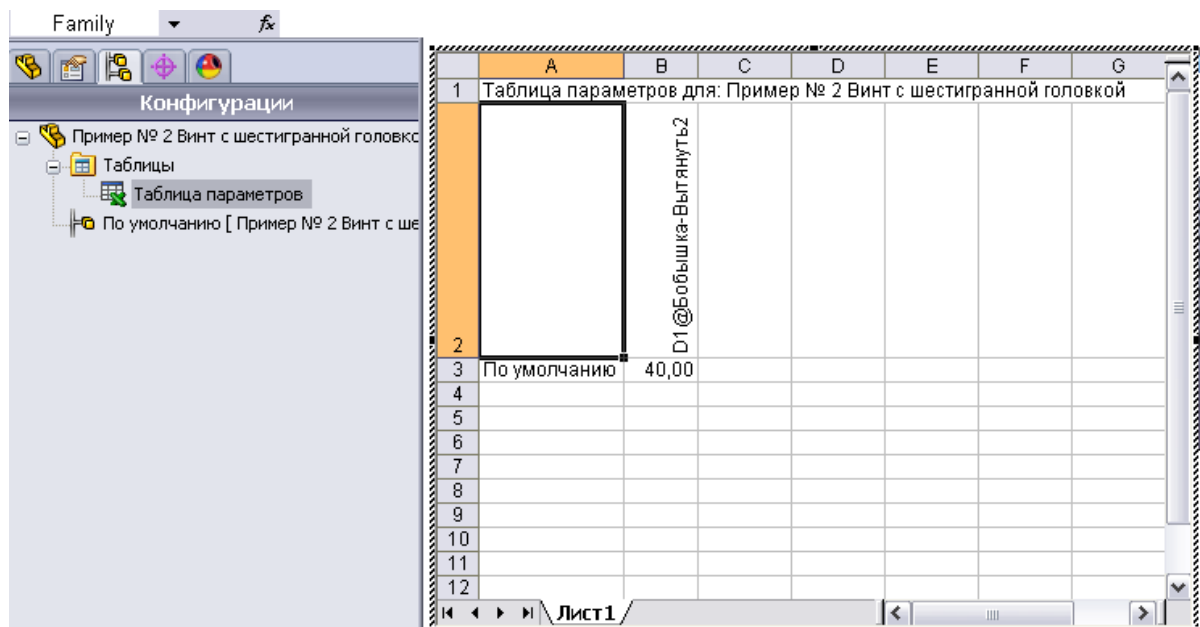

Рисунок 6.3 – Таблица параметров
2. Закінчуємо вибір змінюваних розмірів, натиснувши кнопку Ok. На екрані таблиця параметрів для гвинта з шестигранною шляпкою, виконана у Microsoft Excel, а в дереві «Менеджера конфігурації» над переліком конфігурацій з'явиться новий елемент – «Таблиця параметрів» (рис. 6.3). В цій таблиці комірка A2 є пустою і позначається Family (Сімейство). У стовпчиках представлені імена розмірів, а у рядках слід ввести імена конфігурацій (ім'я вихідної деталі «За замовчуванням», і значення її розміру вже вказано).
3. Вводимо в цю таблицю імена нових конфігурацій та їх розміри (рис. 6.3).